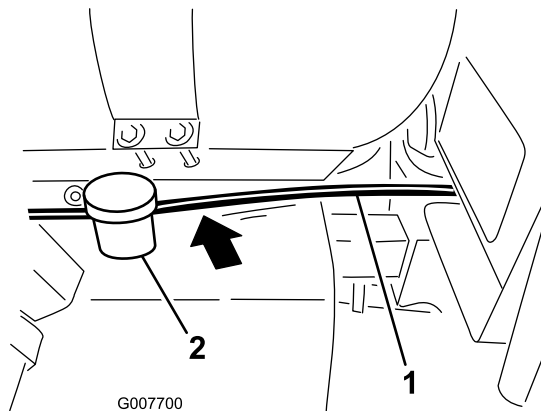

Bild 13
2. Verlegen Sie den Schlauch von der Schaummarkierer-Halterung nach vorne unter dem Chemikalienbehälter und hinter dem Kraftstofftank zusammen mit vorhandenen Kabel zu dem Bereich unter dem Sitzkasten (Bild 13).